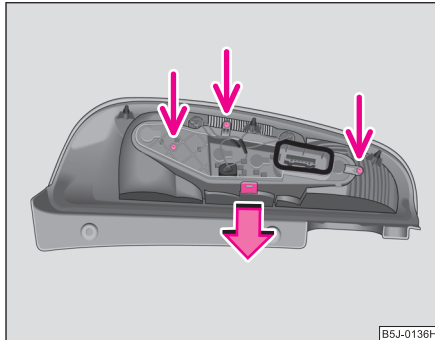

Abb. 192 Ausbau des Mittelteils der Heckleuchteinheit
- Für den Zugang zu den Glühlampen, schrauben Sie den Mittelteil der Heckleuchteinheit ab und drücken die Rastnase weg ⇒ Abb. 192.
- Schrauben Sie den Mittelteil der Heckleuchteinheit wieder am Gehäuse an ⇒ Abb. 192. ▶